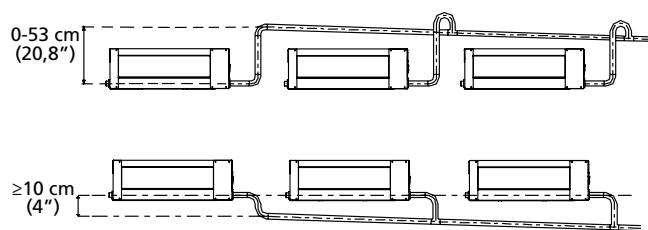

Fig. 6.4
**NOTA:** quando si collegano più tubi di scarico, installarli come mostrato nella Fig 6.4.